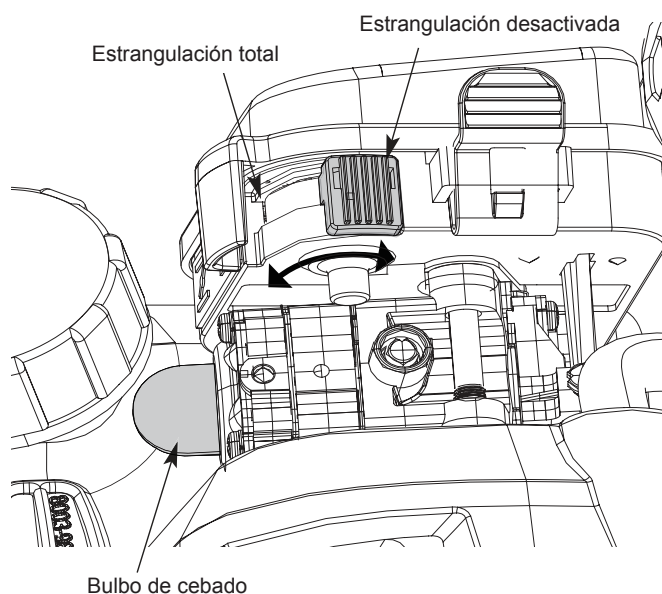

Fig. 6
3. Presione y libere despacio el bulbo de cebado 10 veces (Fig. 6).
4. Mueva la palanca del estrangulador a la posición total del estrangulador (Fig. 6).